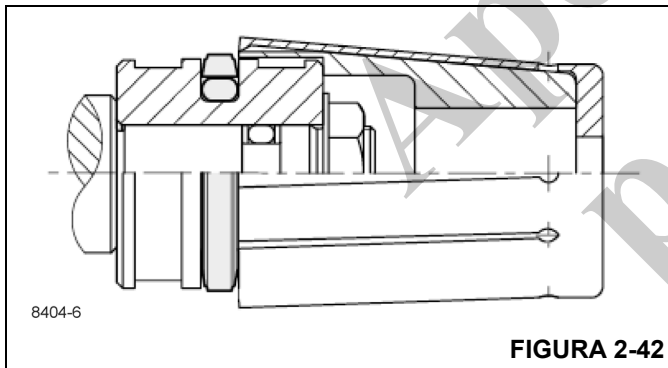

FIGURA 2-42
3. O anel Turcon se encaixa no canal projetando-se um pouco (Figura 2-42).